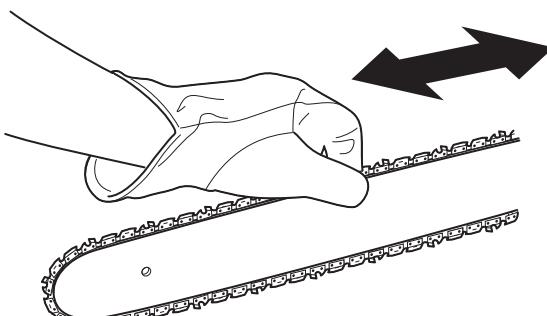

Fig. 28
- Maintenez la pointe guide-chaîne vers le haut et déplacez la chaîne dans un mouvement de va-et-vient le long du guide-chaîne (Fig. 28). Assurez-vous que la chaîne se déplace librement et qu'elle s'engrène correctement avec le pignon. Si la chaîne ne bouge pas facilement, tournez lentement la vis du tendeur de la chaîne dans le sens antihoraire pour la desserrer.